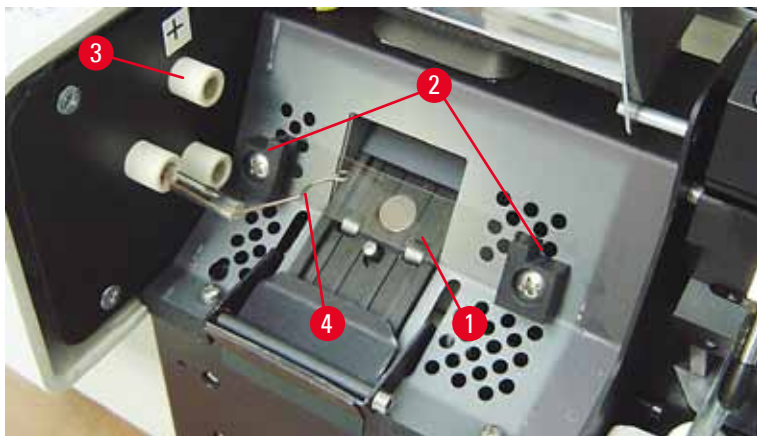

Fig. 17
5. Pass på at kontaktfjæren (→ "Fig. 16-2") er fjernet fra tennkabelen (→ "Fig. 17-4") på lampen (se også (→ "Fig. 17") og (→ "Fig. 18-1"))).